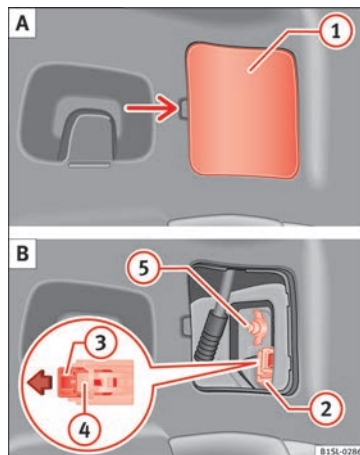

Fig. 88 Nella parte laterale del bagagliaio: A: smontare la copertura, B: smontaggio dei gruppi ottici posteriori.
2. Staccare la copertura **1** con attenzione facendo leva » **fig. 88 A**.
3. Tirare il blocco **3** nel connettore **2** nella direzione della freccia » **fig. 88 B**. Usare il cacciavite degli attrezzi di bordo.
4. Premere lo scatto **4** ed estrarre il connettore **2** » **fig. 88 B**.
5. Svitare il dado a farfalla **5** » **fig. 88 B**.
12. Tenere fermo con una mano il fanale nella posizione di montaggio e avvitare il dado a farfalla con l'altra mano **5** » **fig. 88 B**.
14. Inserire il connettore **2** nel portalampada e premere il bloccaggio **3** nel connettore nella direzione opposta a quella indicata dalla freccia » **fig. 88 B**.